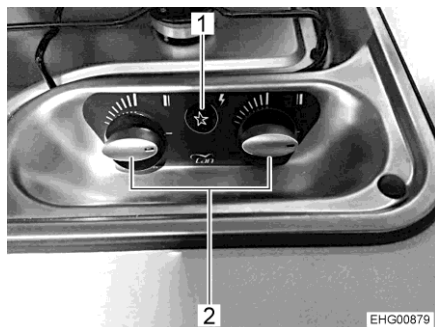

Fig. 143 Elementos de mando para la cocina de gas
- Girar el regulador giratorio (Fig. 143,2) correspondiente al quemador deseado a la posición de encendido (llama alta).
- Pulsar el conmutador a presión (Fig. 143,1). En el quemador se producen chispas de encendido.